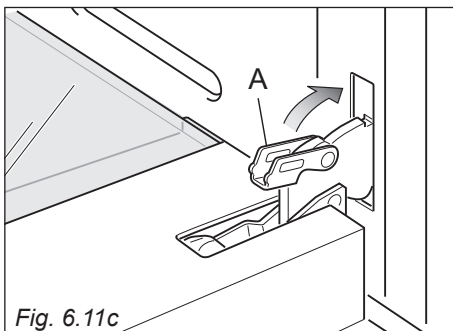

Fig. 6.11c
4. Chiudere le leve "A" delle cerniere destra e sinistra (fig. 6.11c).